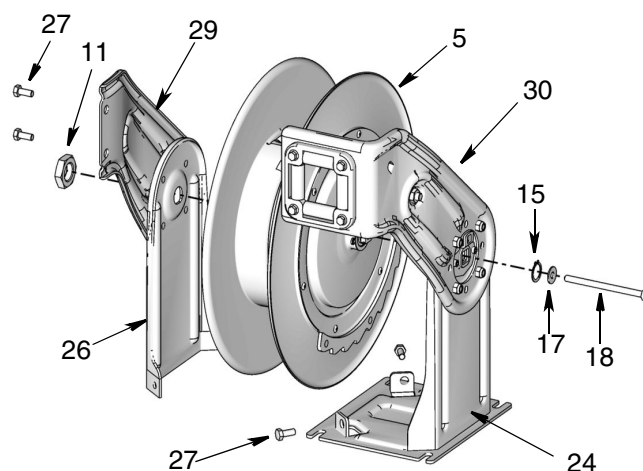
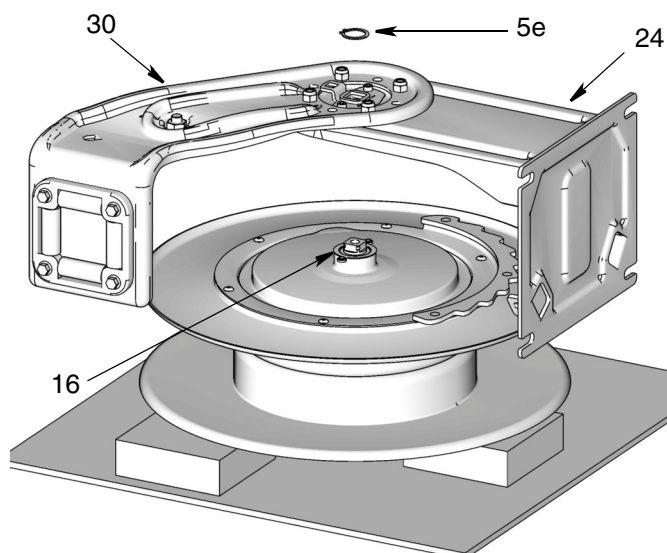

FIG. 19
FIG. 20
5. Retirez le gros écrou (11) (FIG. 19).
6. Retirez les deux vis (27) fixant maintenant le socle (26) à l'embase (24) et les deux vis (27) maintenant le bras de guidage (29) au bras de guidage (30) (FIG. 19).
7. Retirez complètement l'ensemble du bras de guidage et du socle (26 / 29) et mettez-les de côté pour les réinstaller sur la nouvelle bobine (FIG. 19). Ces pièces n'ont pas besoin d'être démontées.
8. Déposez l'enrouleur de flexible sur son flan afin d'avoir facilement accès au bras de guidage et au socle (24 / 30). Retirez le long boulon (18) et les rondelles (15 / 17) (FIG. 19 et FIG. 20).
9. Retirez l'anneau de retenue (5e) (FIG. 20).
12. Placez la bobine (5) neuve sur son côté sur un banc de montage. Assurez-vous que le côté plat de la bobine est orienté vers le bas sur le banc et que le côté du rochet est orienté vers le haut, comme illustré dans la FIG. 20.
REMARQUE : il est plus facile de rattacher l'ensemble du bras de guidage et du socle à la bobine si cette dernière est soutenue en quelque sorte à niveau. Placer quelques blocs de bois d'environ 1 po. d'épaisseur sous la bobine, comme illustré dans la FIG. 20 (page 25) facilitera le maintien de cette dernière pendant l'installation du bras.
19. Installez le gros écrou (11) (FIG. 19, page 25). Serrez l'écrou à un couple de 378 - 467 Nm (85-105 pi.-lb).
20. Serrez le boulon (18).
21. Alignez le bras de guidage (29) et le bras de guidage (30). Installez les vis (27). Serrez les vis à un couple de 89 - 133 N.m (20-30 pi./lb).
22. Alignez l'ensemble du socle (26) avec la base (24). Installez les 2 vis (27). Serrez les vis à un couple de 89 - 133 N.m (20-30 pi./lb).